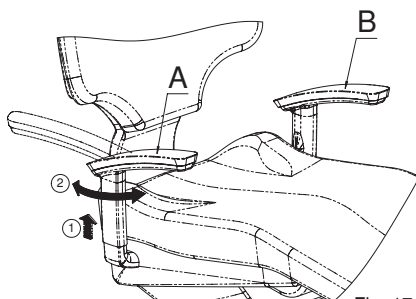

Fig. 17
Pour faire pivoter l'accoudoir optionnel (A), il doit être tiré vers le haut (maintenu dans son emplacement) jusqu'à ce que le mécanisme de rotation soit enclenché, permettant de le faire tourner jusqu'à ce qu'il atteigne la limite à laquelle il s'arrête. Pour remettre l'accoudoir à sa position initiale, il suffit de le tirer vers le haut et le tourner vers l'intérieur jusqu'à ce qu'il se verrouille automatiquement (fig. 17).